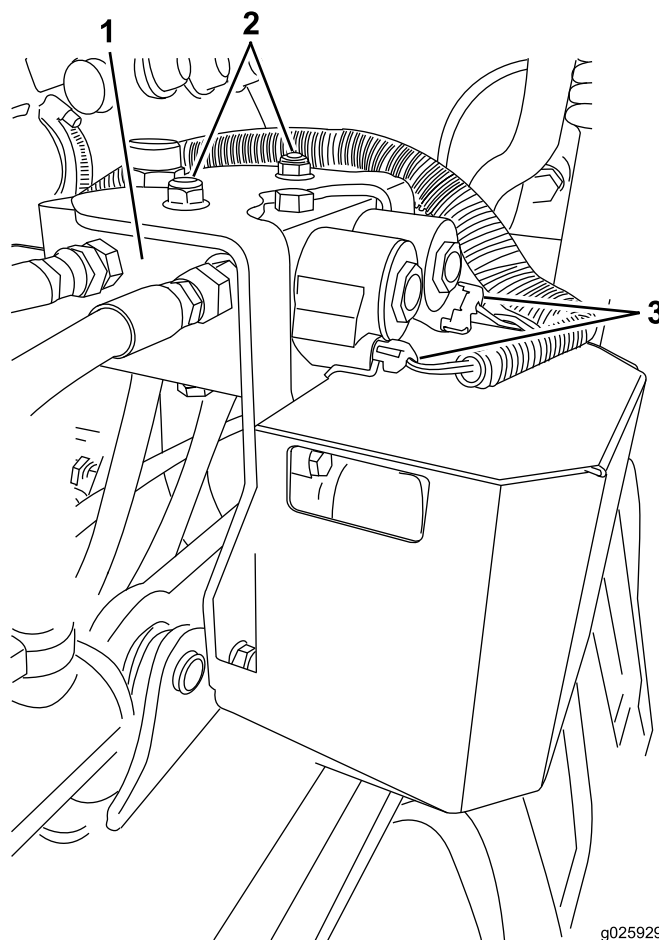

Figura 17
4. Encaminhe a cablagem para o colector hidráulico (Figura 17).